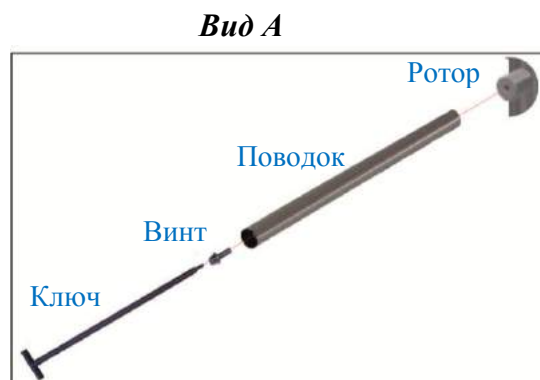

Рис.8– Установка ротора турникета и поводков
**3. Сборка ротора турникета (см.рисунок 8 ):**